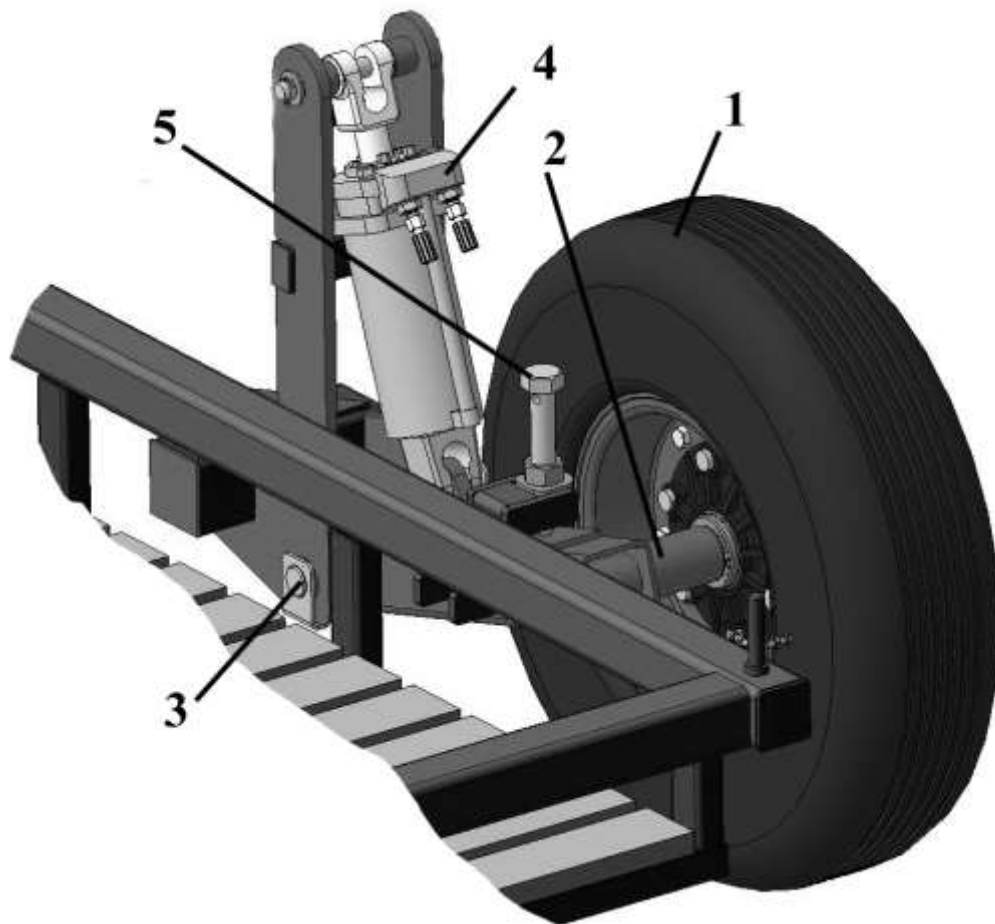

Рисунок 5 – Колесо ходовое
2.5 Ходовые колёса (поз.1 рис. 5) 8.25-15 с кронштейном 2 крепятся на остова с помощью пальца 3. Подъём-опускание ходовых колёс осуществляется при помощи гидроцилиндров 4. Оптимальная высота для транспортировки и выполнения технологического процесса регулируется с помощью винтов 5.